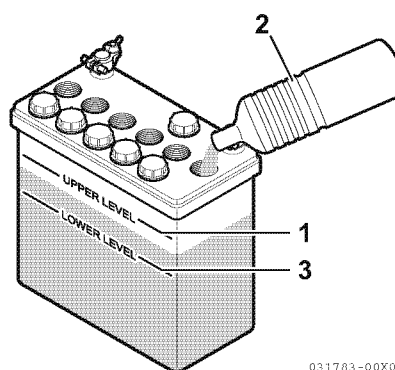

Рисунок 8
- Когда количество жидкости приближается к нижнему пределу (3, **Рисунок 8**), долейте дистиллированную воду (2, **Рисунок 8**) до верхнего предела (1, **Рисунок 8**).